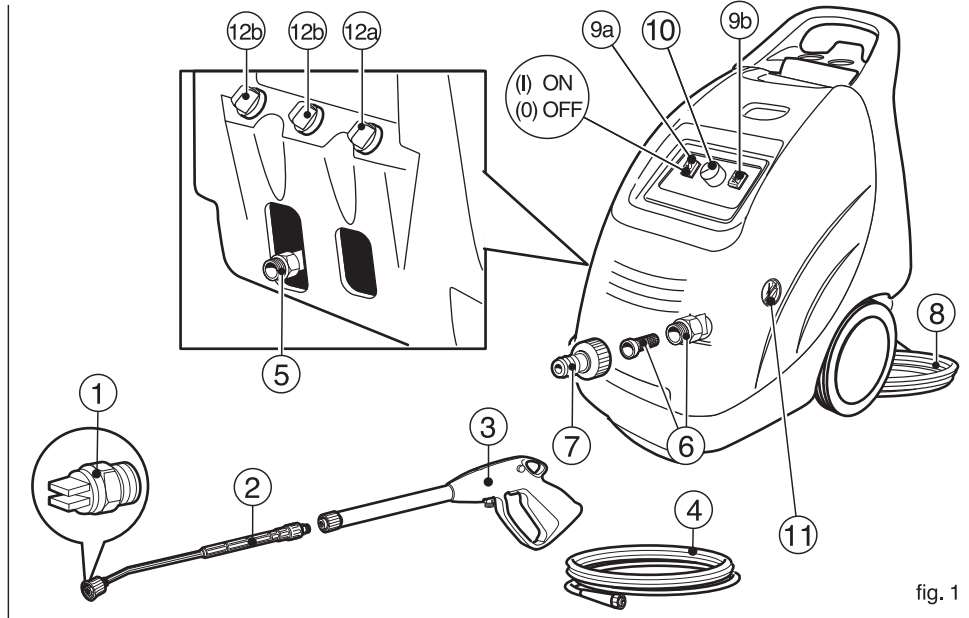

fig. 1
- 28) Riempire il serbatoio con combustibile indicato sulla targhetta dati tecnici (Diesel) (fig. 1). Evitare che il serbatoio si vuoti durante il funzionamento per non danneggiare la pompa del gasolio. **L'uso di combustibili non adeguati può causare pericolo.**